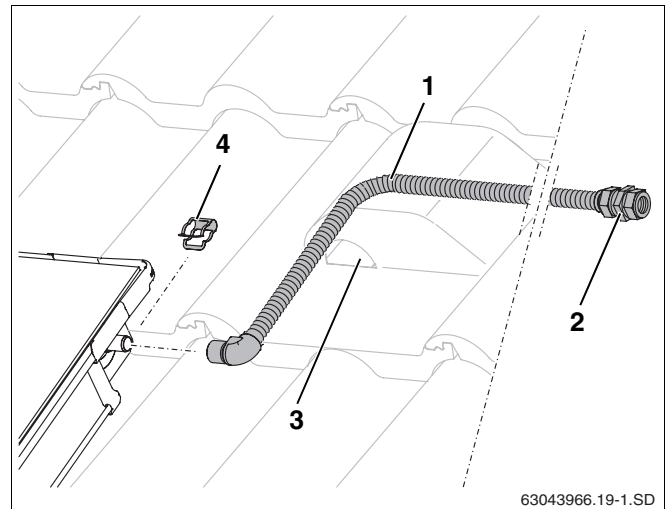

Fig. 52 Montaje de la tubería de impulsión (sin purgador en el tejado)
- ▶ Coloque el tubo de conexión (1000 mm, fig. 52, **pos. 1**) en la conexión de impulsión del campo de colectores y fíjelo con una abrazadera (fig. 52, **pos. 4**).
- ▶ Introduzca el tubo de conexión junto con el cable de la sonda a través de la teja de ventilación (fig. 52, **pos. 3**) y del aislamiento del tejado.
- ▶ Conecte el tubo colector a la rosca de conexión (fig. 52, **pos. 2**).